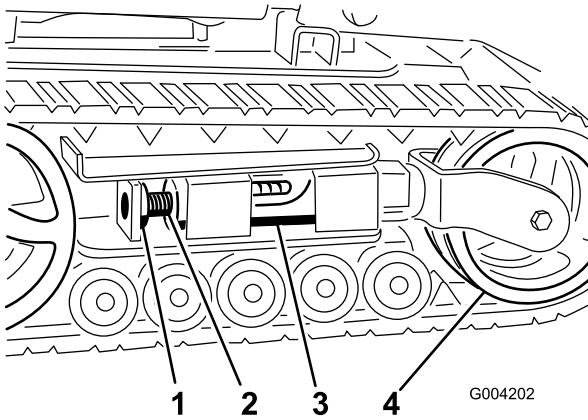
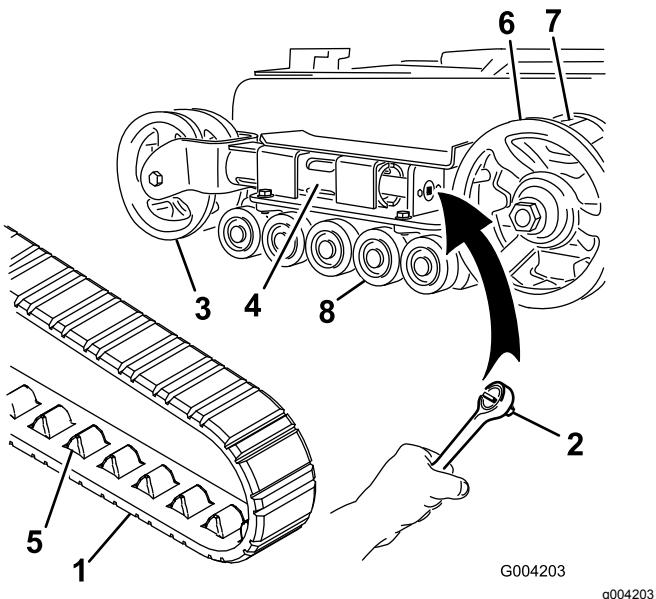
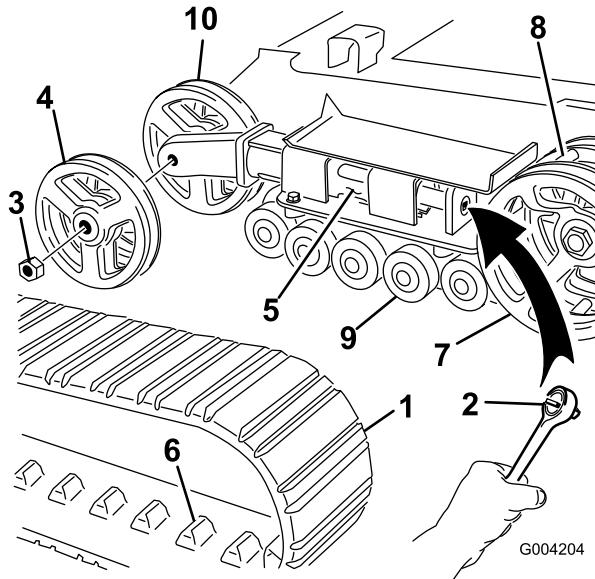

Bild 45
Bild 46
Bild 47
6. Richten Sie die am nächsten liegende Kerbe in der Spannschraube mit dem Loch der Befestigungsschraube aus und befestigen Sie die Schraube mit der Befestigungsschraube und Mutter (Bild 45).
4. Entfernen Sie die Befestigungsschraube und Mutter (Bild 45).
Hinweis: Sie haben Schmalspurketten, wenn die vorderen Spannungsräder an der Innenseite einer Gabel am Ende des Spannungsrohrs montiert sind (Bild 46).
5. Lösen Sie die Antriebsspannung mit einer Ratsche ($\frac{1}{2}$ "), indem Sie die Spannschraube nach rechts drehen (Bild 45 und Bild 46).
6. Drücken Sie das Spannrad zur Rückseite der Maschine, um den Druckschlauch gegen den Rahmen zu bewegen (Bild 46).
8. Wenn Sie die Kette vom Spannrad entfernt haben, entfernen Sie sie auch vom Antriebsrad und den Straßenrädern (Bild 46).
9. Legen Sie die neue Kette, beginnend beim Antriebsrad, um das Rad und stellen Sie sicher, dass die Stollen an der Kette zwischen die Zahnräder am Kettenrad passen (Bild 46).
10. Drücken Sie die Kette unter und zwischen die Straßenräder (Bild 46).
Hinweis: Sie haben Breitspurketten, wenn die vorderen Spannungsräder an der Seite am Ende des Spannungsrohrs montiert sind (Bild 47).
5. Lösen Sie die Antriebsspannung mit einer Ratsche (1/2"), indem Sie die Spannschraube nach rechts drehen (Bild 45 und Bild 47).
6. Drücken Sie das Spannrad zur Rückseite der Maschine, um den Druckschlauch gegen den Rahmen zu bewegen (Bild 47).
7. Nehmen Sie die Mutter ab, mit der das äußere Spannrad befestigt ist. Nehmen Sie das Rad ab (Bild 47).
8. Nehmen Sie die Kette ab (Bild 47).
9. Nehmen Sie die Mutter ab, mit der das innere Spannrad befestigt ist. Nehmen Sie das Rad ab (Bild 47).
13. Setzen Sie das innere Spannrad ein und befestigen Sie es mit der vorher abgenommenen Mutter (Bild 47).
15. Montieren Sie die neue Kette. Achten Sie darauf, dass die Stollen in der Kette zwischen die Zahnräder in der Mitte des Antriebsrads passen (Bild 47).
16. Setzen Sie das äußere Spannrad ein und befestigen Sie es mit der vorher abgenommenen Mutter (Bild 47).
6. Setzen Sie die eingefettete Straßenradkappe auf den Schraubenkopf (Bild 46).
7. Befestigen Sie die Straßenradkappe mit dem Sprengring (Bild 46).